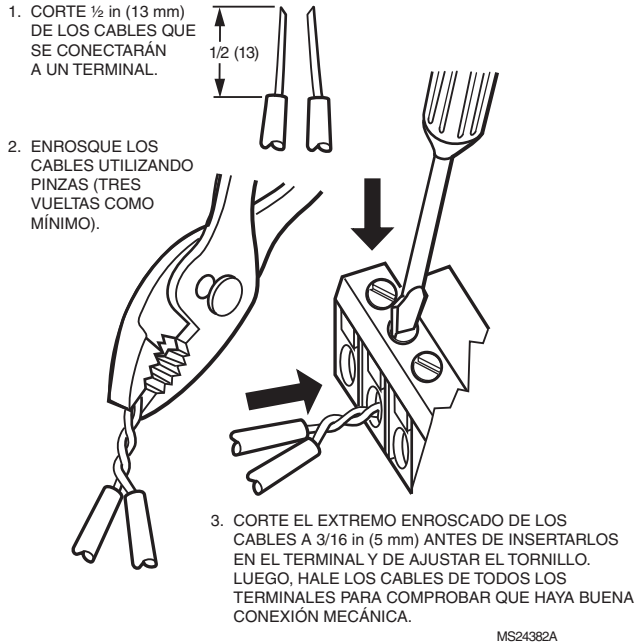

Fig. 5. Conexión de dos o más cables en los bloques de terminales.
4. Si se insertan dos o más cables en una ubicación del terminal, enrosque todos los cables tres vueltas como mínimo antes de insertarlos, para garantizar un contacto eléctrico adecuado. Vea la Fig. 5.